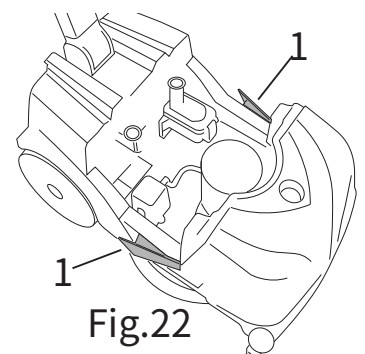

Fig.22
- 2つの側面タンク固定キャッチ(図22、参照1)を押し入れ、汚水タンクをフレームから外し、床に置きます。